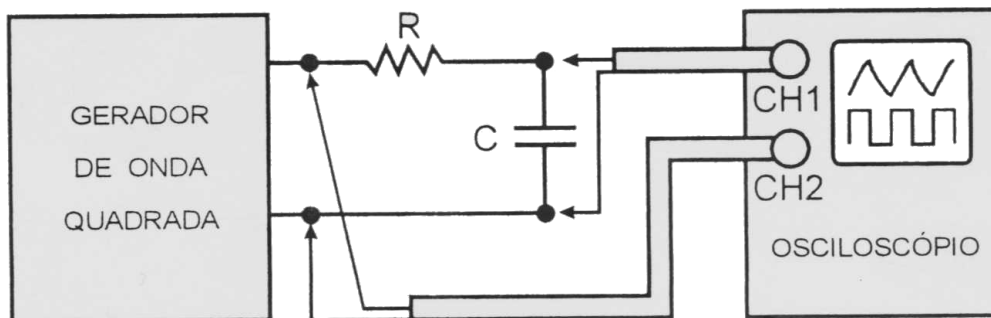

Figura 4.2: Esquema de montagem de circuito RC para medidas de carga/descarga
- Monte o circuito segundo o esquema da Figura 4.2. Note que agora o terra do